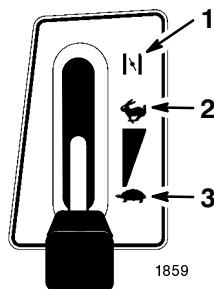

Figure 8
4. Placez la manette d'accélérateur en position de starter (Fig. 8).
6. Lorsque le moteur a démarré, amenez progressivement la manette d'accélérateur en position de régime maximum (Fig. 8). Si le moteur cale ou hésite, ramenez la manette d'accélérateur en position de Starter pendant quelques secondes. Mettez ensuite le levier en position de régime maximum. Répétez l'opération si nécessaire.
- Placez la manette d'accélérateur en position de régime maximum (Fig. 8).